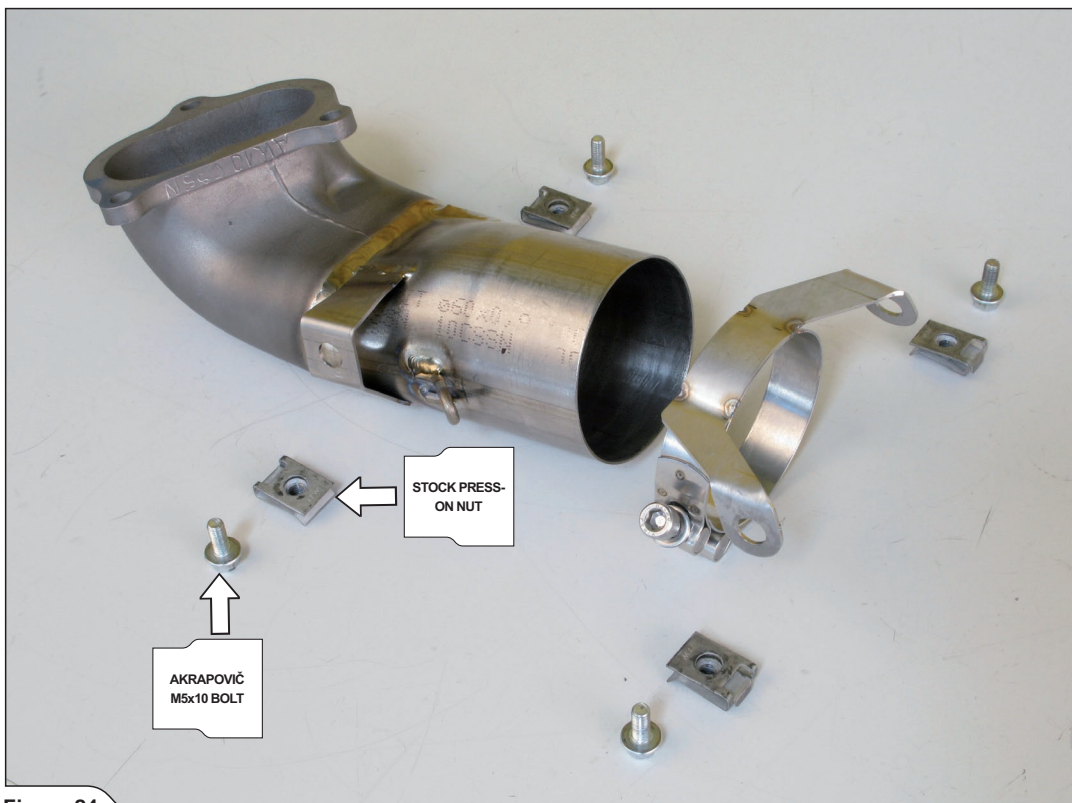

Figure 24
1. Montare i paracalore originali sul tubo del collettore anteriore, usando i dadi a pressione originali e i morsetti e i bulloni contenuti nel kit di installazione Akrapovič; attaccare la molla come indicato (Figure 24, 25).
1. Assemble the stock heat shields onto the front header pipe, using stock press-on nuts and additional clamp and bolts from Akrapovič installation kit; attach the spring as shown (Figure 24, 25).